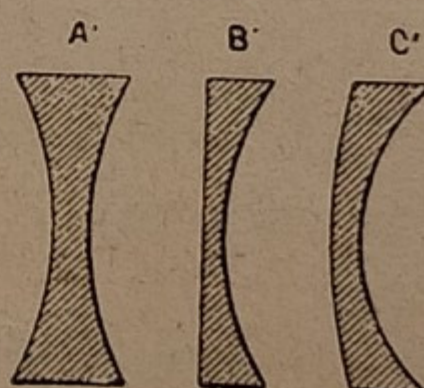

Fig. 94.
Sono divergenti le lenti *biconcave* come quella A della fig. 94, la *piano-concave* (B) e le *menisco-divergenti* (C).